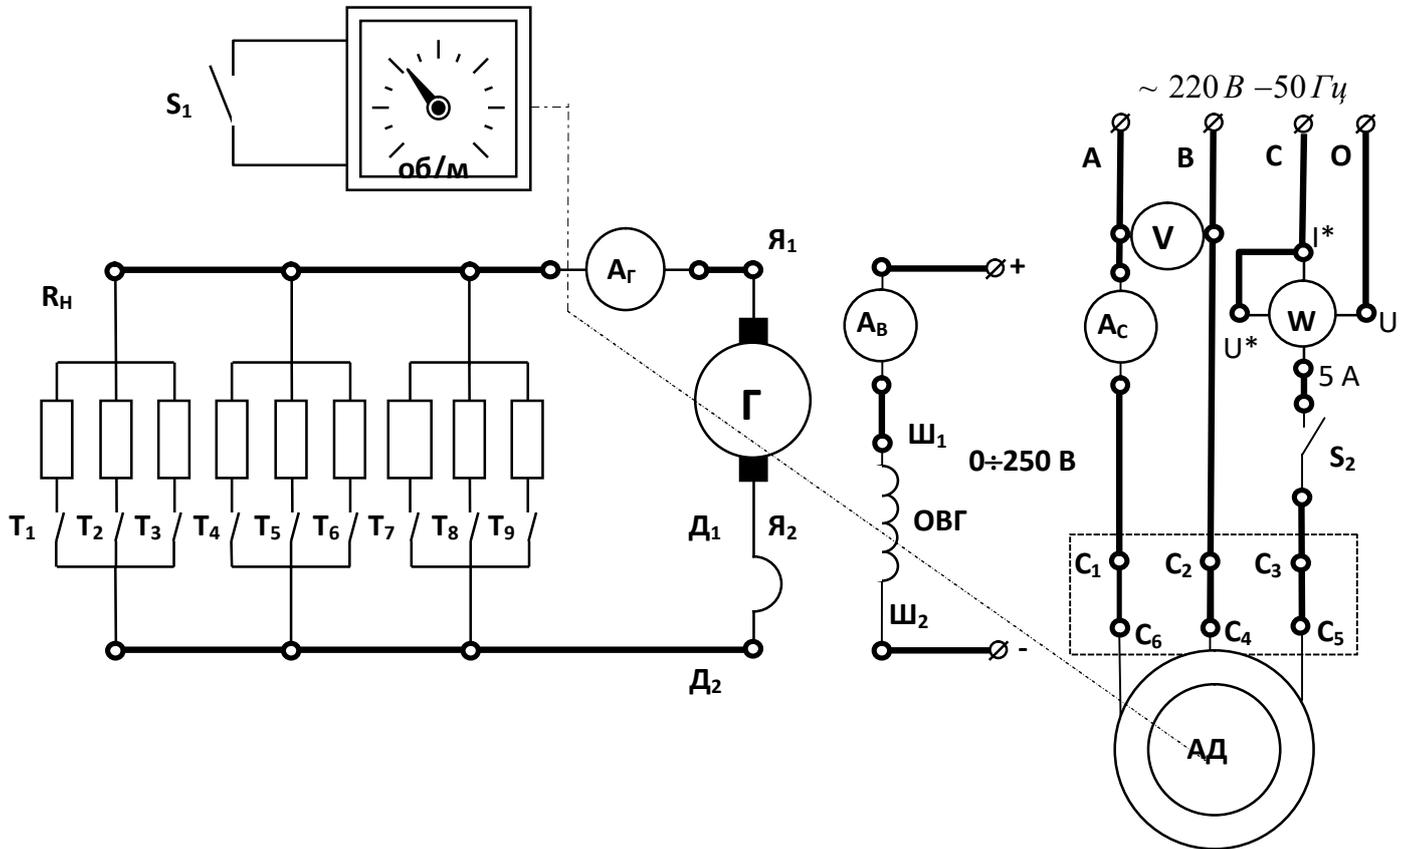

Рис.5.7. Схема лабораторной установки
2. Соберите цепи лабораторной установки, представленной на рис. 5.7.